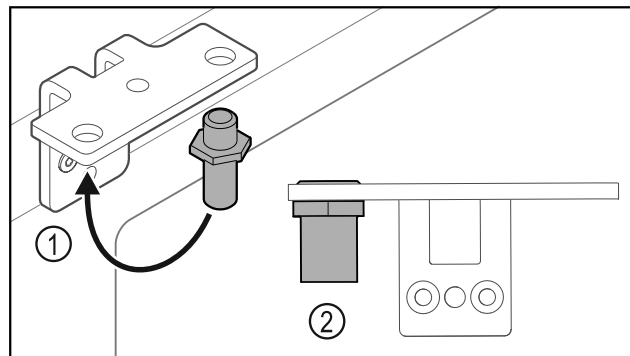

Fig. 26
- Přesaďte čep Fig. 26 (1) v úhelníku závěsu.
- Utáhněte čep Fig. 26 (2) **utahovacím momentem 12 Nm**.